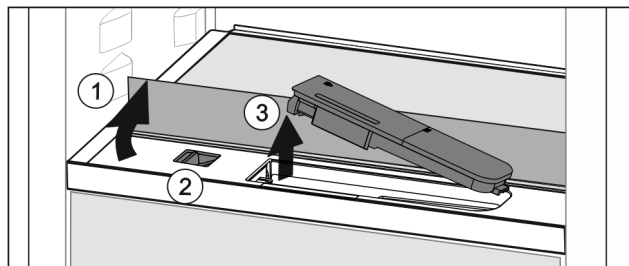

Fig. 150
- ▶ Nadvihnite sklenú dosku a až na doraz ju sklopte dozadu Fig. 150 (1).
- ▶ Potlačte posúvač Fig. 150 (2) doľava.
- ▶ Vyberte nádržku na vodu Fig. 150 (3).